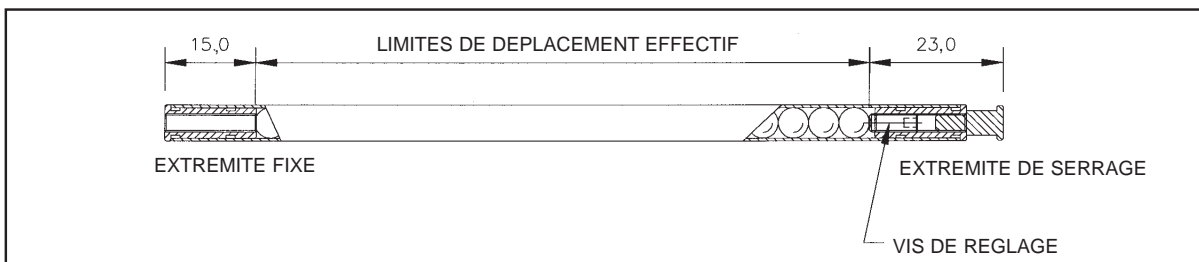

Figure 5.7 - Echelle Microsyn
- (A) Les lectures risquent d'être incorrectes si la tête de lecture se déplace au-delà des limites de déplacement effectif (Voir Figure 5.7).
- (B) La contrainte sur les billes est pré-réglée en usine au moyen de la vis de réglage à l'extrémité de serrage. Ne pas changer la position de la vis de réglage car ceci modifiera les caractéristiques d'étalonnage et de précision de l'échelle et annulera la garantie.
- (C) En cas de montage vertical de l'échelle, l'extrémité de serrage doit être en haut.